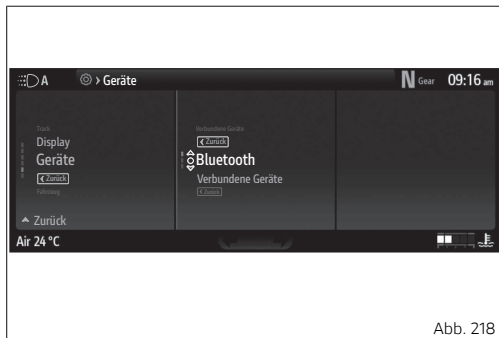

Abb. 218
- Die Angabe „Bluetooth“ (Abb. 218 S.262) markieren, dann die Taste ○ drücken.